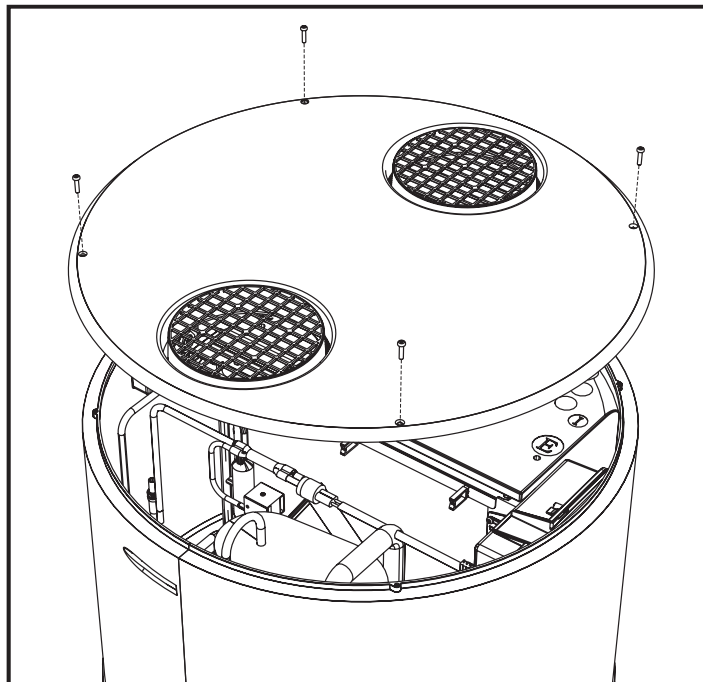

fig. 29 - Rimozione copertura superiore
- Rimuovere la copertura superiore svitando prima le apposite viti di bloccaggio (fig. 29).